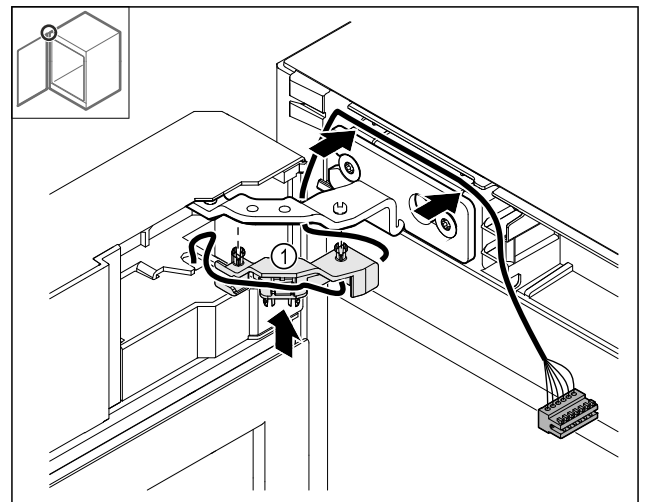

Fig. 49
- ▶ Притисніть кабельний тримач так, Fig. 49 (1) щоб він увійшов у шарнір.